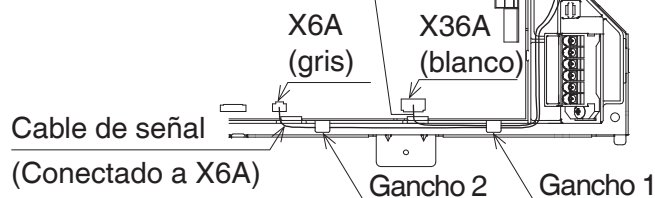

Figura 14
- Conecte el cableado del purificador de aire streamer UV a la caja de control de la unidad interior. (Consulte la **Figura 14**).
- * Use el arnés de relé (3) para el panel estándar.